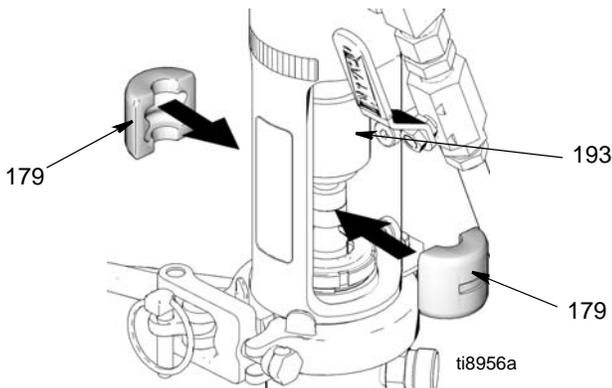

FIG. 24
5. (Fig. 24) Glisser le couvercle (193) du manchon vers le haut pour exposer la tige de pompe. Poser les manchons (179) de la tige sur la tige.